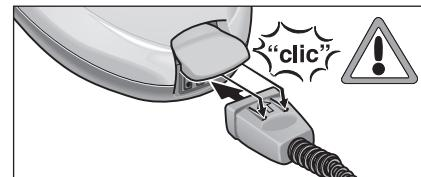

Fig.1: Empalme del acoplamiento monobloque
- Empalme el acoplamiento monobloque (C7) en la toma de vapor del aparato (A1). Los salientes del acoplamiento monobloque deben encajar en la tapa de la toma de vapor del aparato (véase la fig.1).